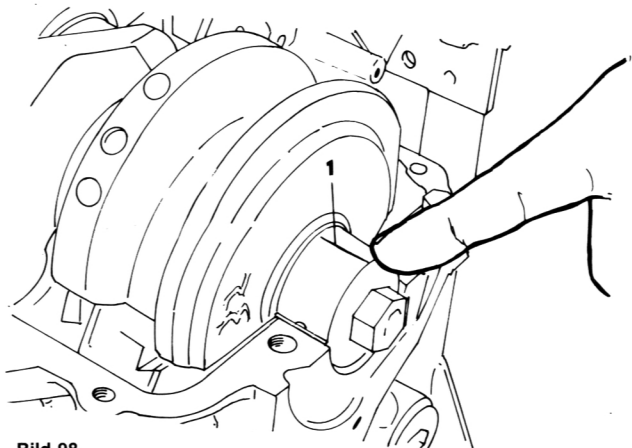

Bild 98
- Ein Stück Plastigage (1) auf jeden Pleuellagerzapfen legen und darauf achten, dass die Ölbohrungen frei bleiben (Bild 98).